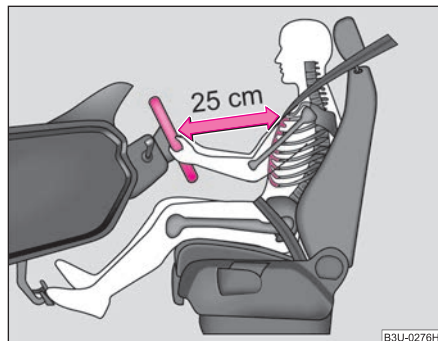

Fig. 152 Distanța corectă a conducătorului față de volan
- Reglați astfel scaunul conducătorului auto încât distanța dintre volan și torace să fie de cel puțin 25 cm ⇒ **fig. 152**.
- Între conducător și volan trebuie să existe o distanță de cel puțin 25 cm ⇒ pagina 181, fig. 152. Dacă nu se respectă această distanță, sistemul airbag nu își poate exercita eficiența maximă – Pericol!